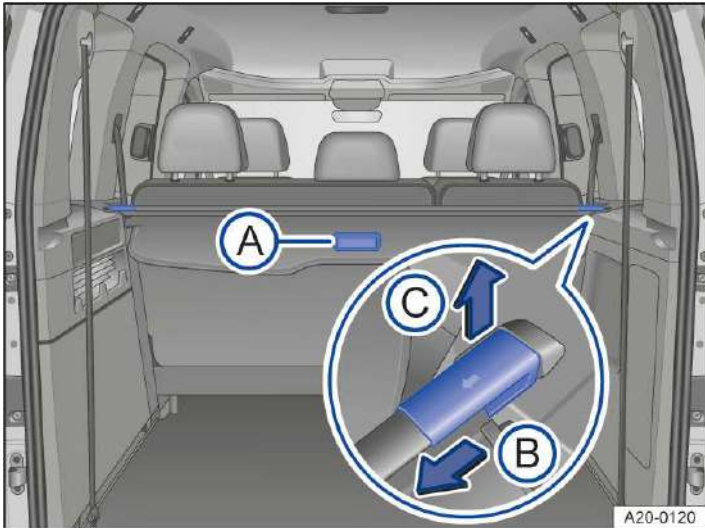

Abb. 1 Im Laderaum: Laderaumabdeckung.
1. Laderaumabdeckung am Griff → *Abb. 1* **A** etwas nach hinten ziehen.
1. Die aufgerollte Laderaumabdeckung am Griff → *Abb. 1* **A** gleichmäßig nach hinten ziehen.